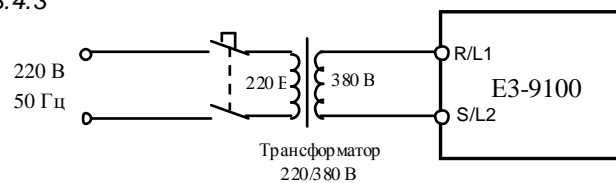

Рис. 4.11. Подключение ПЧ к сети через трансформатор
4.9.1. Подключить преобразователь к электросети 3Ф ~380 В (или к сети 1Ф ~220 В через трансформатор 220/380 В, как показано на рис. 4.11).